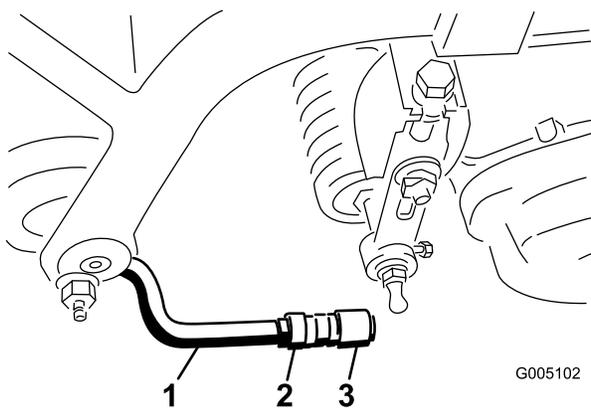

Figura 9
6. Alinee las rótulas de las juntas de manera que la cara abierta de la rótula esté centrada respecto a la bola del espárrago. Apriete las contratuercas para fijar la posición de las rótulas (Figura 9).